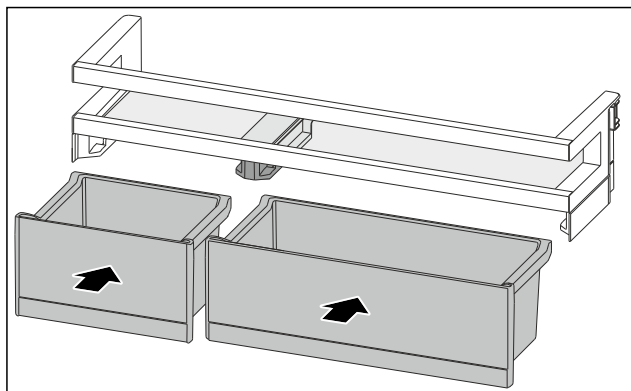

Fig. 196
- Umetnite kutije VarioBox izmijenjenim redoslijedom. (pogledajte Fig. 196)